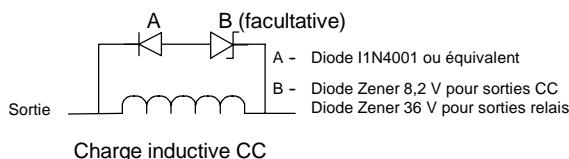

Figure 3-3 Circuit de protection pour une charge en courant continu
La figure 3-3 montre un exemple de circuit de protection par écrêtage pour une charge en courant continu. Dans la plupart des applications, l'ajout d'une diode (A) en parallèle avec la charge inductive suffit, mais si votre application requiert des temps de désactivation plus rapides, nous vous recommandons d'ajouter une diode Zener (B). Veillez à dimensionner votre diode Zener correctement pour la quantité de courant dans votre circuit de sortie.